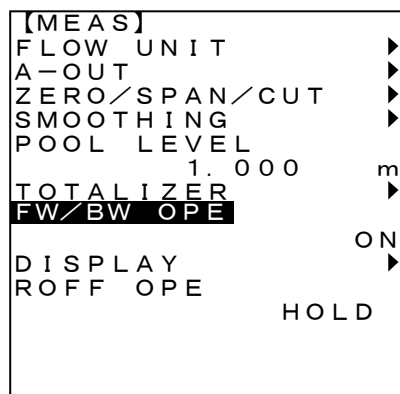

図4-7-15
3. <ENT>キーを押して設定値を決定します。(図4-7-15)